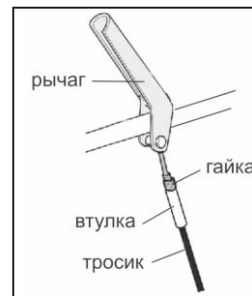

Рис. 27
11.9. Регулировка тросиков привода шнека и колес (рис. 27)